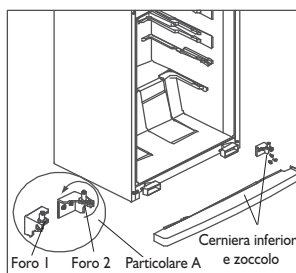

Fig. 3
3. Rimuovere lo zoccolo tirandolo verso l'esterno. Svitare le viti di fissaggio della cerniera inferiore e rimuoverla. Svitare il perno della cerniera dal foro 1, ruotare la cerniera inferiore di 90° e avvitarlo nel foro 2. (Vedere particolare A), quindi avvitare la cerniera sul lato inferiore sinistro del frigorifero. (Fig. 3)